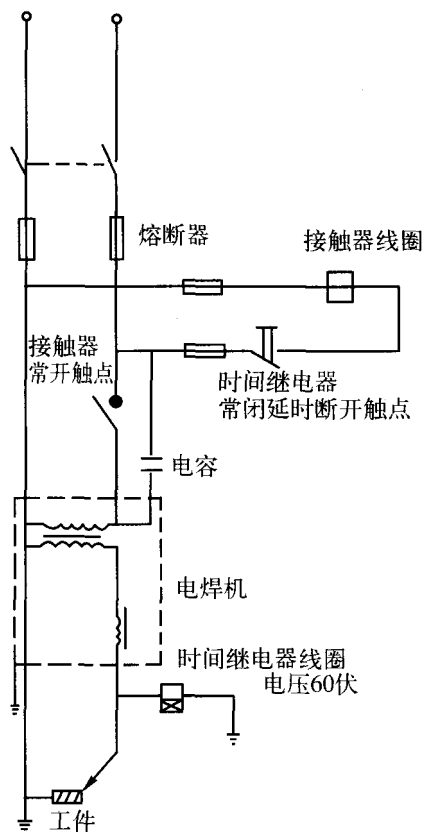

图1-5 常用交流电焊机熄弧空载自停线路原理
(1) 作用。可以达到安全和节电的作用。
(2) 工作原理。当合上闸刀时,交流接触器线圈带电,电焊机通电,这时电焊工如果不工作,电焊机空载电压60~70伏,使时间继电器延时动作,时间继电器常闭,延时断开触点断开,交流接触器断电,达到空载自停。但在交流接触器常开触点两端的电容器继续给电焊机供电,使断路器继续通电,当焊条与工件接触时继电器两端电压很低,继电器释放,继电器触点闭合,焊工即可焊接;焊接完毕,继电器线圈两端电压升高,延时断开触点断开,空载自停。见图1-5。